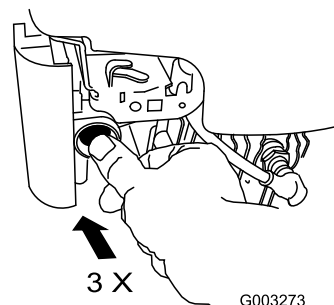

Bild 21
2. Drücken Sie die Kaltstarthilfe dreimal kräftig mit dem Daumen, halten Sie die Kaltstarthilfe jeweils für eine Sekunde gedrückt (Bild 21).